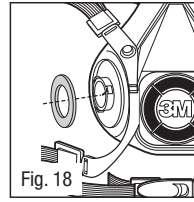

Fig. 18
1. Remova os anéis a partir das conexões de baioneta da abertura de inalação da peça facial (Fig. 18).